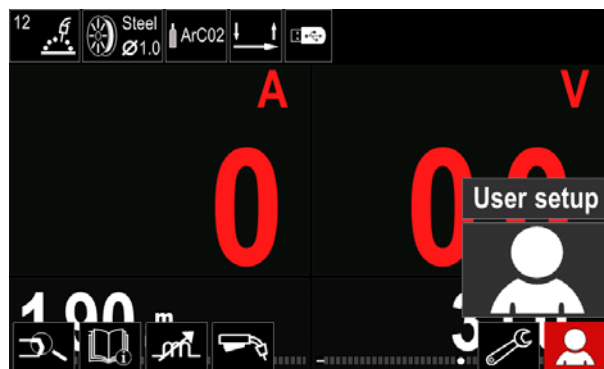

Рисунок 11.
- Доступ к настройкам пользователя (см. рисунок 11)